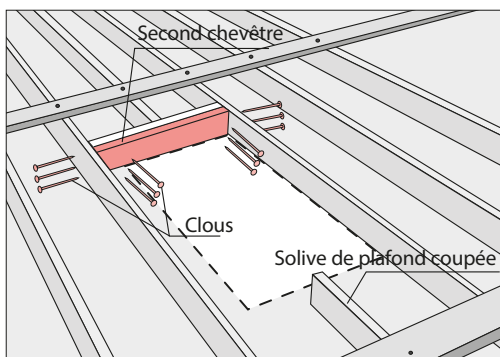
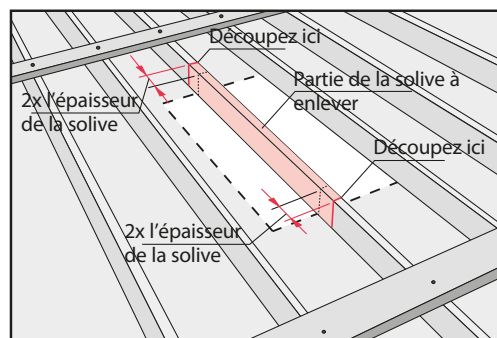

Fig.17.
Fig. 11 La ligne pointillée indique l'emplacement choisi.
Placez le second chevêtre contre le premier et clouez-le (figure 17).
Déterminez ensuite les emplacements où il faudra couper les solives (voir figure 11). La ligne de coupe devrait se trouver à une distance de deux (2) fois l'épaisseur des solives du cadre (habituellement 7,6 cm [3 po]). Ceci vous laissera suffisamment d'espace pour placer un double chevêtre à chaque extrémité de la solive (figure 17, page 8).